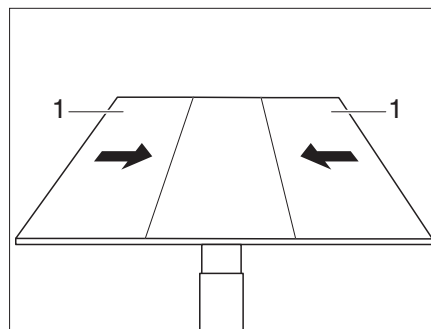

Fig. 106 Spostamento delle parti laterali sulla parte centrale
- Spingere le parti esterne (Fig. 106,1) del tavolo sulla parte centrale.